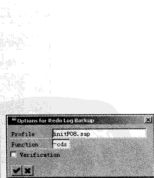

图 13-34 日志备份设置对话框
STEP 4 输入备份的名称，然后单击“”按钮，弹出日志备份设置对话框，如图 13-34 所示。